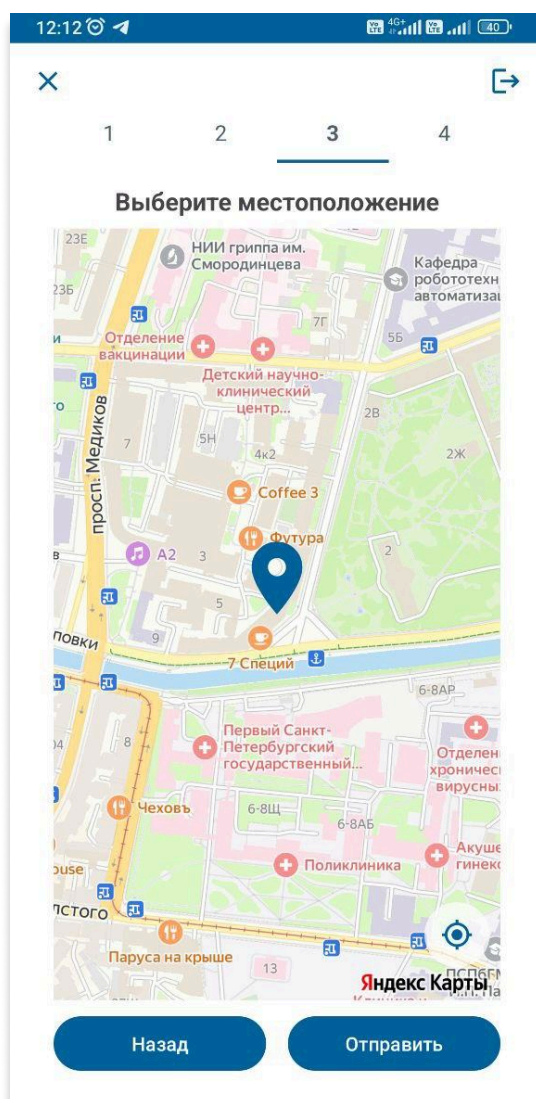

Рисунок 15 - Выбор местоположения устройства
10. На экране отобразится карта (рисунок 15) и просьба “Выберите местоположение”.